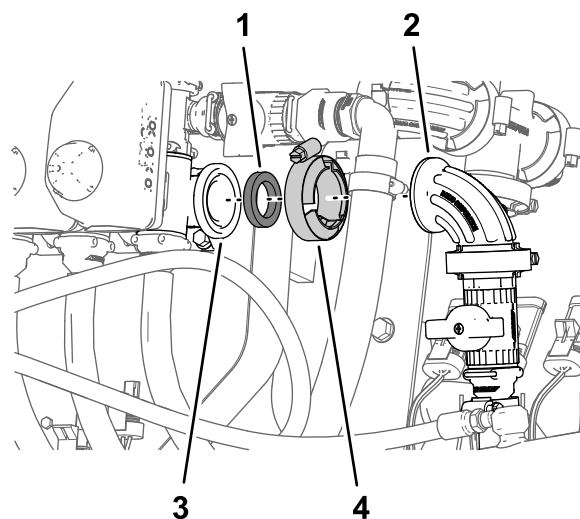

Рисунок 137
4. Установите прямоугольный штуцер отсечного клапана дополнительного комплекта ручного распылителя или комплекта электрического шлангового барабана на фланец клапана сопла 10 с помощью фланцевого хомута и прокладки, снятых при выполнении действий, описанных в пункте 1, и затяните хомут от руки (Рисунок 137).